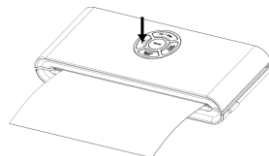

Рис. 4
5. Нажмите на кнопку SEAL (ЗАПАЙКА) для запуска процесса запайки. — Рис. 4